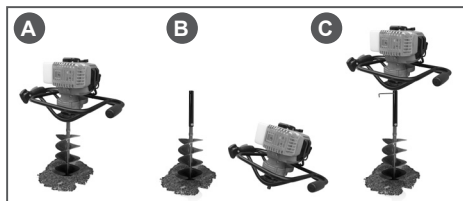

Рис. 4. Установка удлинителя
1. Пробурите скважины в земле глубиной 30-50 см (Рис. 4А). Остановите двигатель.
4. Вставьте удлинитель в вал шнека, совместите отверстия, затем установите крепеж. Надежно затяните (Рис. 4В).
5. Установите двигатель на вал удлинителя и закрепите его крепежом, снятым в п.3. Надежно затяните (Рис. 4С).